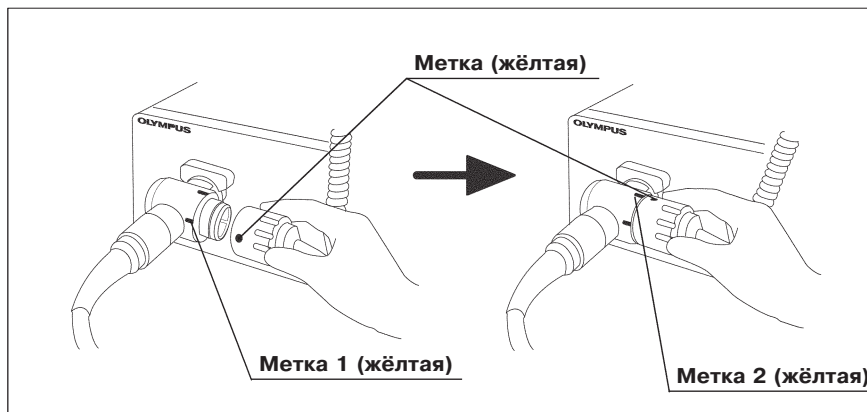

Рис. 3.13
3. Совместите метку на кабеле видеоскопа с меткой 1 на коннекторе эндоскопа и вставьте его до упора (см. рис. 3.13).
4. Поверните коннектор кабеля видеоскопа по часовой стрелке до упора (см. рис. 3.13).